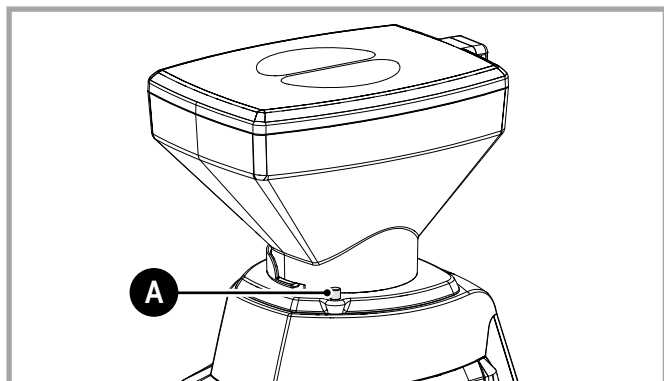

Fig. 8.2 - Virola de fijación
- Desenroscar la virola de fijación (A - Fig. 8.2).